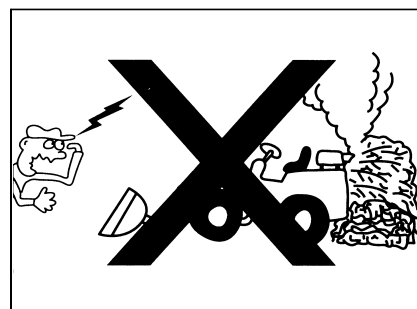

Рис. 2-18
- При остановке погрузчика, следует выбрать окружающую среду вокруг погрузчика, особенно около высокой температуры у звукоглушителя нет легковоспламеняющихся веществ, как сухих трав и старой бумаги. (Рис. 2-18)